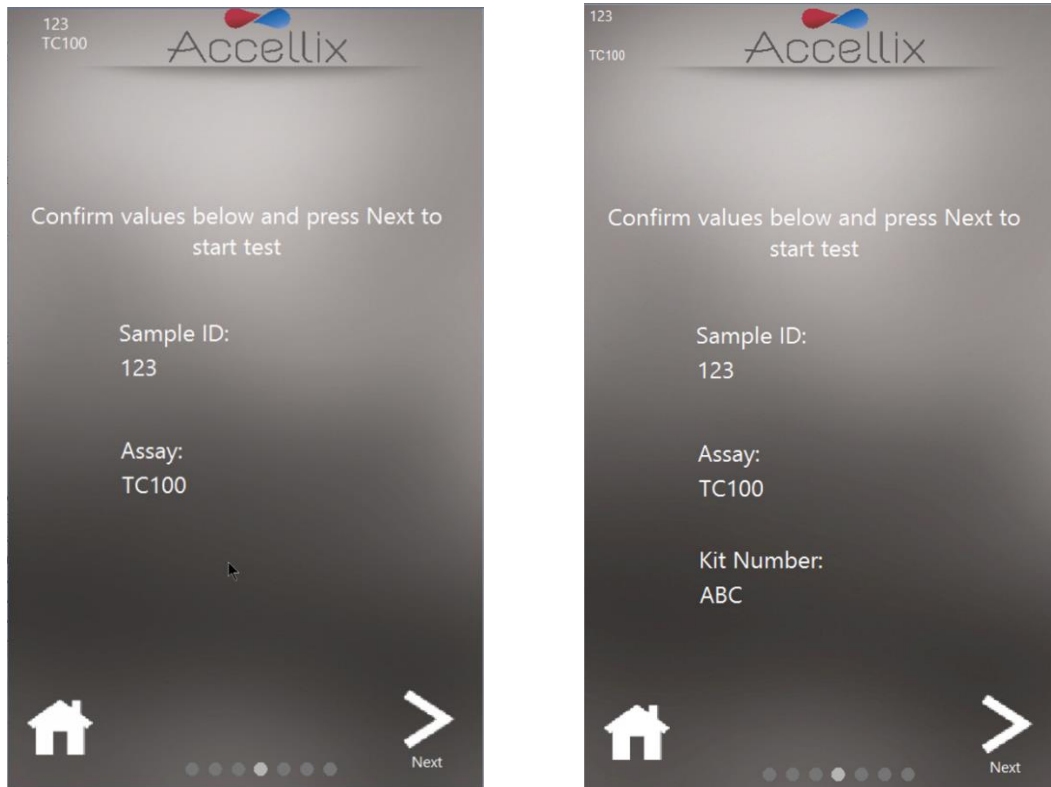

Abbildung 30: Bildschirm „Confirm Sample ID and Assay/Cartridge“ (Proben-ID und Assay/Kartusche bestätigen) (mit und ohne „Kit Number“ (Kit-Nummer))
10. Bildschirm **Confirmation** (Bestätigung) (Abbildung 30): Auf dem Gerätebildschirm werden nun der Assay-/Kartuschentyp und die Proben-ID (und die „Kit Number“ (Kit-Nummer), falls so konfiguriert) angezeigt, die der Bediener vor Beginn des Assay-Laufs bestätigen muss. Bestätigen Sie, dass die Werte korrekt sind, indem Sie auf **Next** (Weiter) tippen.
- c. Sobald die richtige nächste Kartusche eines Assays mit mehreren Kartuschen eingesetzt wurde, zeigt die Software den Bildschirm **Confirm Sample ID and Assay/Cartridge** (Proben-ID und Assay/Kartusche bestätigen) (Abbildung 30) an und fährt mit dieser Kartusche fort.